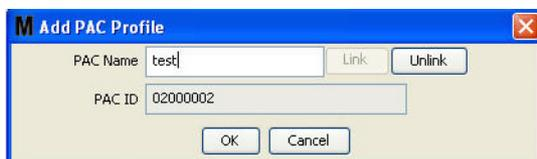

ABB. 115
5. Die PLS-ID-Nummer wird im Feld „PLS-ID“ angezeigt (ABB. 115). Klicken Sie auf „OK“, um das Fenster zu schließen und die Änderungen zu speichern.
Beachten Sie, dass die Schaltfläche „Verknüpfen“ aus ABB. 115 nicht mehr aktiv ist; stattdessen ist nun die Schaltfläche „Verknüpfung aufheben“ aktiv. Das Klicken auf die Schaltfläche „Verknüpfung trennen“ hebt die Zuordnung zwischen der PLS und dem Matrix-PC auf.